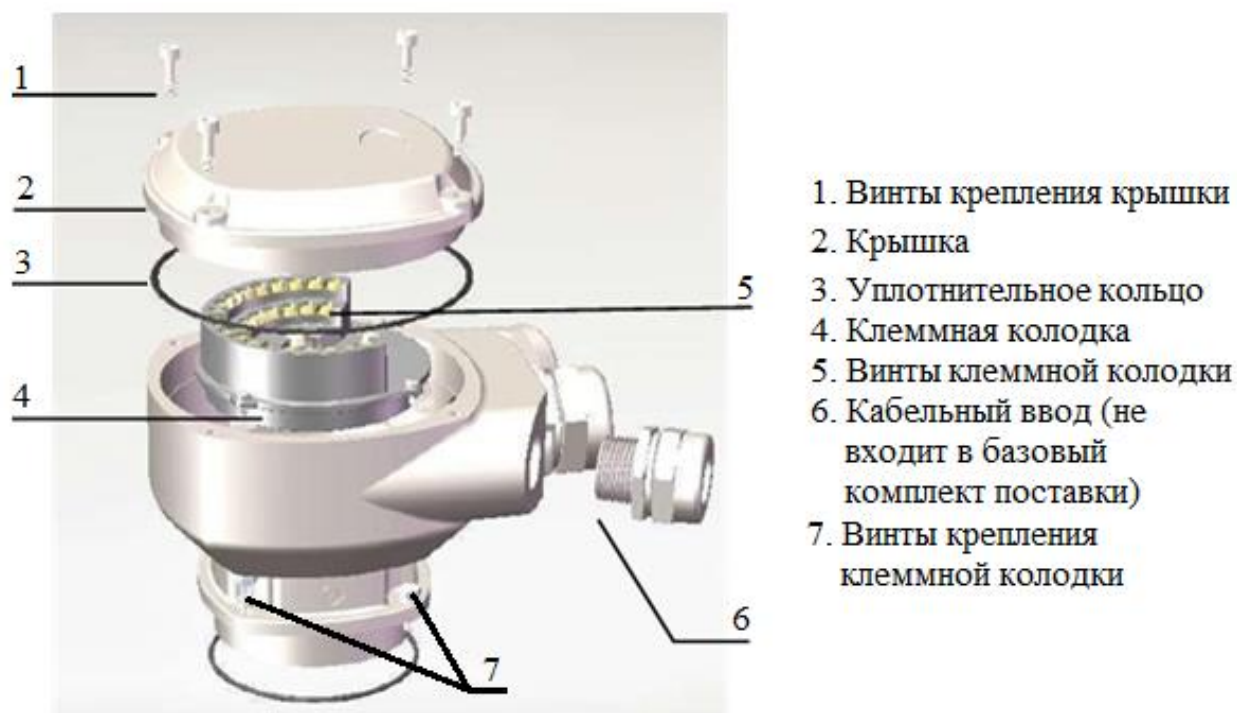
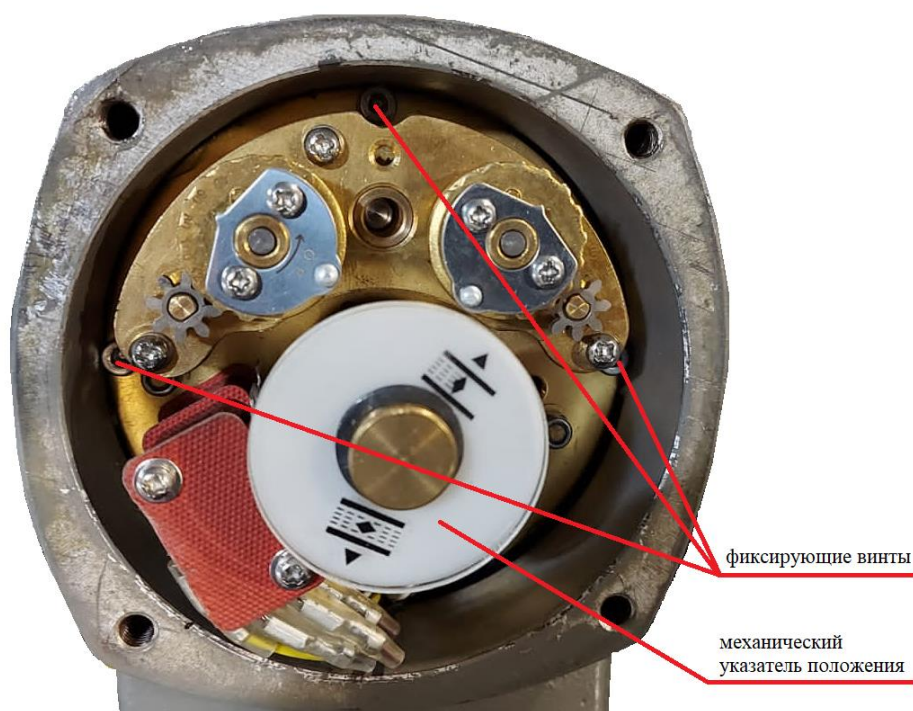

Рисунок 4. Клеммная колодка
Рисунок 7. Электропривод с открытой крышкой
2.2.9. Подключение внешних цепей производится на клеммную колодку (рис. 4) согласно схеме подключения, приведенной в Приложении. Технические данные электрических цепей приведены в таблице 5.
- 1) Демонтировать механический указатель положения (рис. 7), аккуратно потянув его рукой на себя. В качестве рычага можно использовать рожковый гаечный ключ. Во избежание повреждения лакокрасочного покрытия подложить мягкую ткань между корпусом и гаечным ключом.
- 2) Выкрутить фиксирующие винты (рис. 7), извлечь настроечный механизм.
- 3) В случае, если извлечению настроечного механизма препятствуют соединения проводов, необходимо выкрутить винты крепления клеммной колодки (рис. 4) и свободно извлечь настроечный механизм.
- 6) Затянуть фиксирующие винты, установить механический указатель положения (рис. 7), установить клеммную колодку, если она демонтировалась (рис. 4).